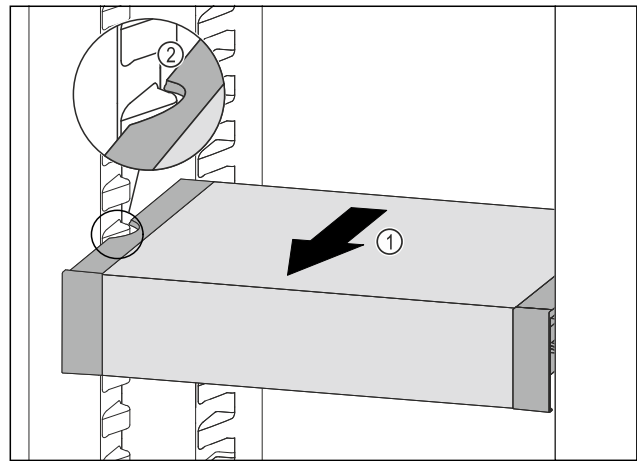

Fig. 65
- ▶ Tirer le VarioSafe vers l'avant Fig. 65 (1) jusqu'à ce que les encoches latérales du VarioSafe se trouvent au niveau de la nervure du bac dans la partie réfrigérateur. Fig. 65 (2)